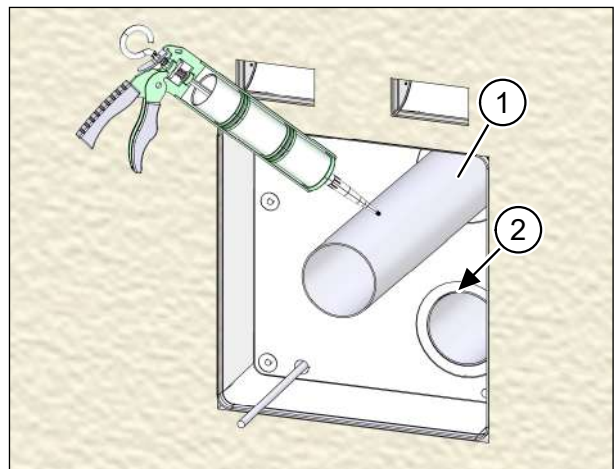

Abb. 43: Lüftungsrohre einsetzen und fixieren
- ▶ Tragen Sie dauerelastischen Dichtstoff auf die äußere Hülle der Lüftungsrohre (Pos. 1 in Abb. 43) auf.
- ▶ Schieben Sie beide Lüftungsrohre mit Drehbewegungen soweit in die Öffnungen des Montagesets ein, dass sie bündig mit der Innenseite des Montagesets abschließen (Pos. 2 in Abb. 43).